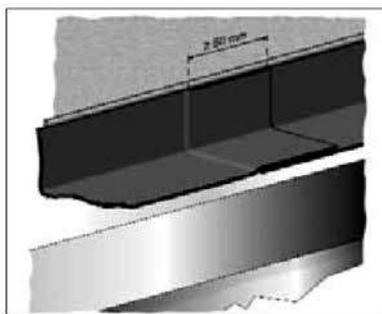

Figure 5: Raccordement horizontal
a) Raccordement horizontal entre bandes : assurer un recouvrement de 50 mm minimum (figure 5) puis coller avec OT015.